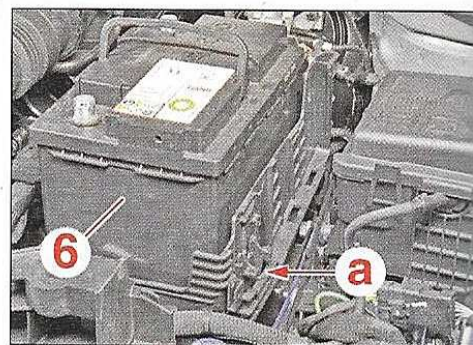

FIG.3
- Agir sur le verrouillage (a) puis incliner la batterie (6) pour pouvoir la dégager (Fig.3).
- Déposer la batterie (6).